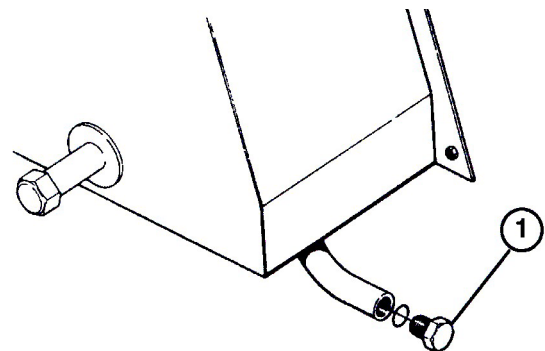

図 42
1. ドレン・プラグ(図42)を半回転開き、出てくるオイル(と水の混合物)を容器に受ける。
1. タンクについているドレン・プラグ (図 42) を外して油圧オイルを容器に受ける。オイルが全部流れ出たらプラグを元通りに締め付ける。